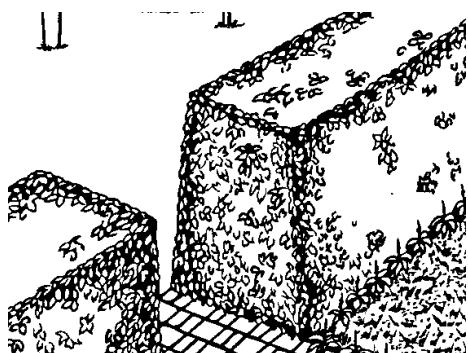

Figura 14
- Recorte el lateral del seto de forma que quede ligeramente más estrecho por la parte superior, tal como se indica en la Figura 14. De esta forma mayor cantidad quedará expuesta a la luz y el crecimiento será más uniforme.